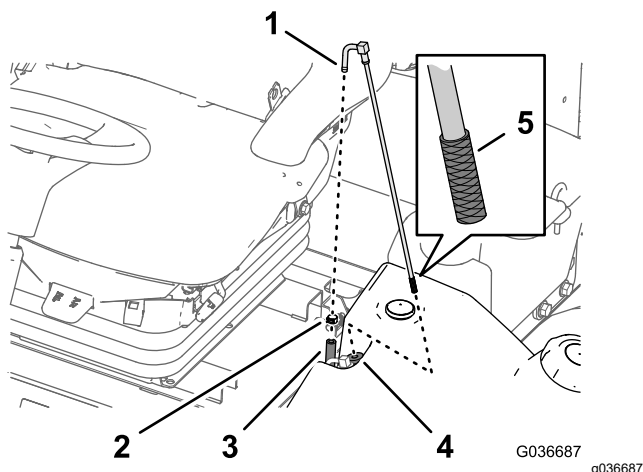

Рисунок 53
1. Снимите шланговый хомут, который крепит шланг подачи топлива к штуцеру топливозаборной трубки (Рисунок 53).
2. Отсоедините шланг от штуцера (Рисунок 53).
3. Извлеките топливозаборную трубку из топливного бака (Рисунок 53).
4. Очистите от загрязнений сетчатый фильтр на конце топливозаборной трубки (Рисунок 53).
5. Вставьте топливозаборную трубку в резиновую втулку и в бак (Рисунок 53).